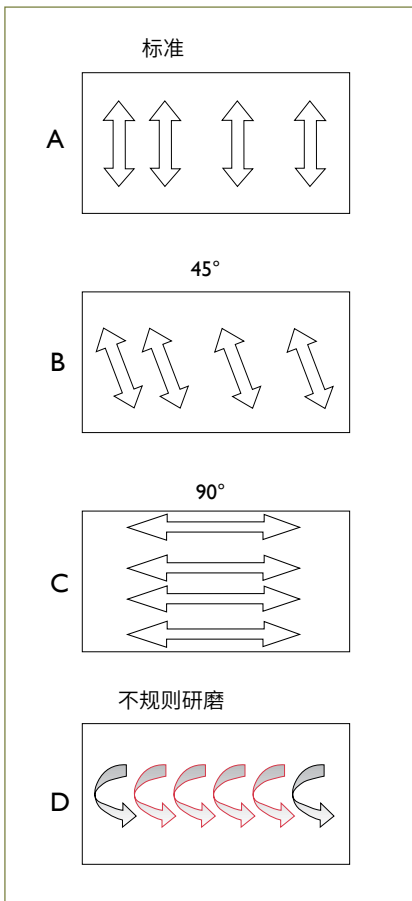

图 5. 打磨方向
- 当换成更细一级的粒度规格时，建议打磨方向要换成45°。交叉打磨非常简单，但效果极好。它增加了磨削量，使前几道次的划痕更容易发现，并且提高了尺寸精度。图 5 A-C